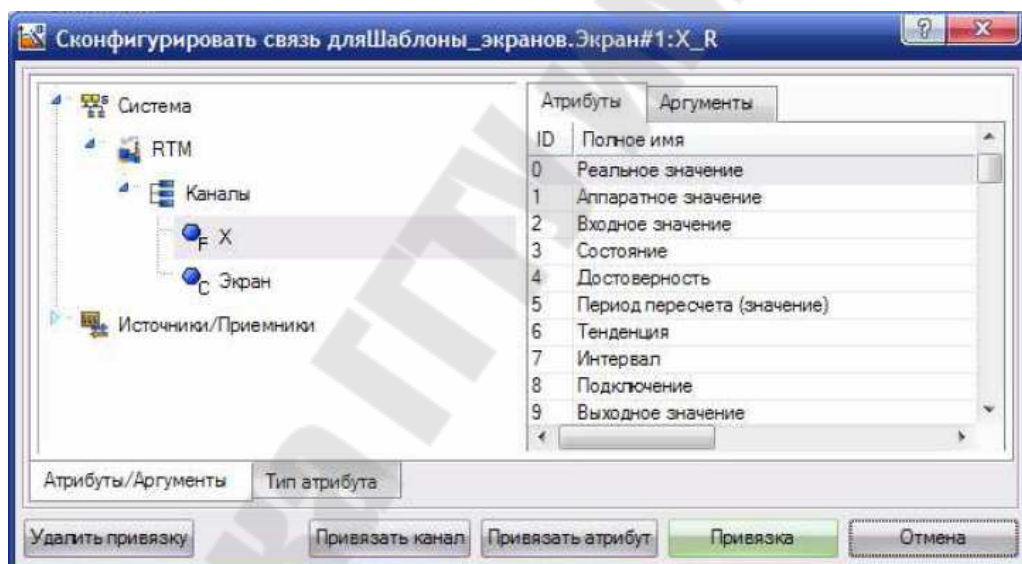

Рисунок 2.12 – Окно конфигурирования связи
3. Для открытия окна настройки привязки, дважды щелкнуть ЛК мыши в столбце «**ПРИВЯЗКА**» таблицы. В левой части открытого окна выделить канал RTM узла - **X**, созданный ранее, в правой части аргумент «**Реальное значение**» (рисунок 2.12). Для создания привязки нажать кнопку «**Привязка**».